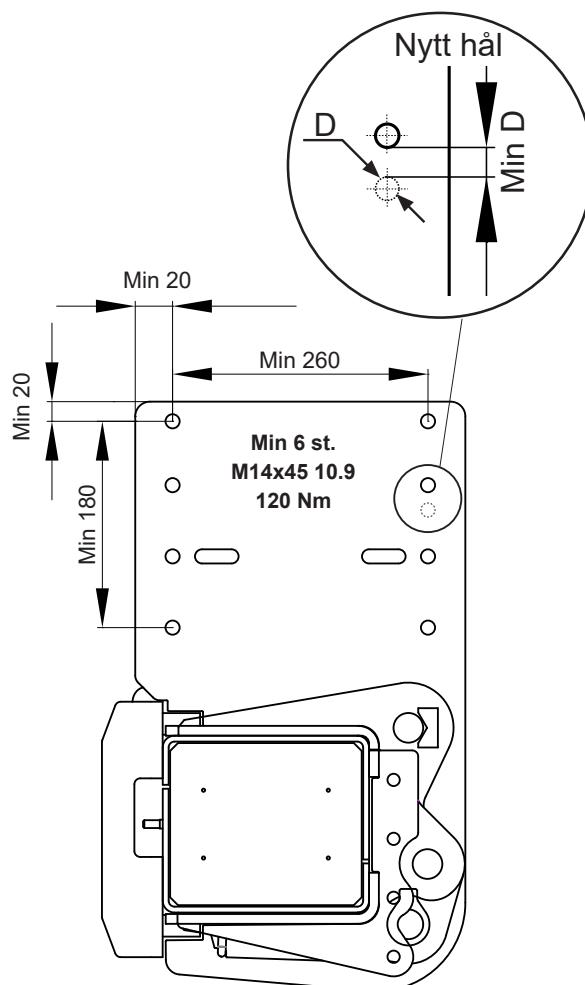

Bild 20. Montera ramfästet med minst 6 skruvar M14x45 10.9
- 10 Vid montering på ram utan förborrade hål, montera först med en skruv i fästenas spårformade hål. Märk ut på fordonsramen mitt i fästenas spårformade hål och borra sedan hål Ø14 mm. i ramen, se Bild 20.